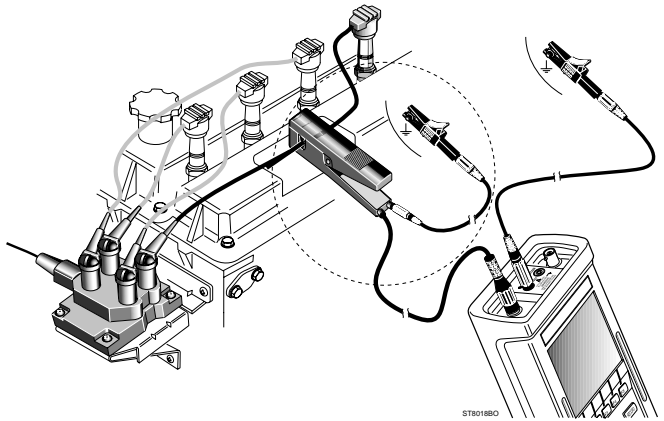

Bild 63, Testen Zündung-Sekundär einer DFS-Anlage
10. Schließen Sie die Meßleitungen so an, wie dies von der Funktion **Anschlußhilfe** und in Bild 63 dargestellt wird.